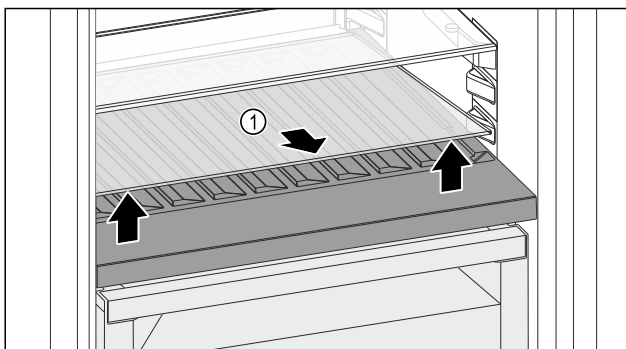

Fig. 110
- ▶ Sollevare il ripiano di vetro Fig. 110 (1) dall'incavo anteriore e rimuoverlo.
- ▶ Conservare il ripiano di vetro Fig. 110 (1) fuori dall'apparecchio in un luogo sicuro.